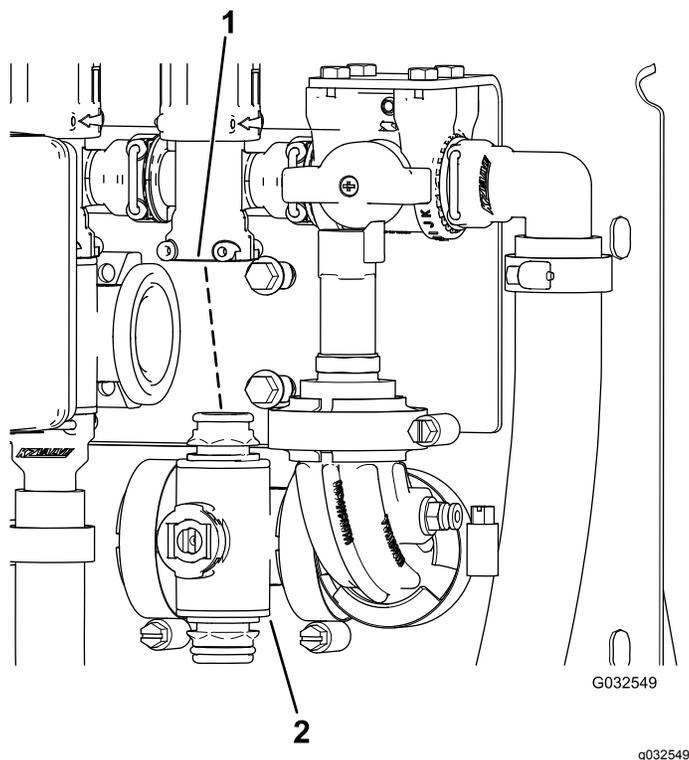

Figura 110
3. Rimuovete il collettore della valvola di sezione dalla macchina (Figura 110).